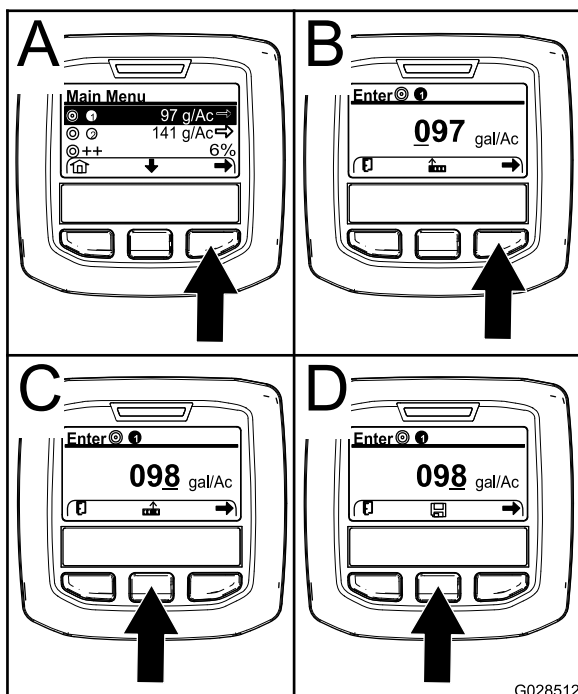

Figura 67
2. En caso necesario, pulse el botón de selección central para destacar el caudal de aplicación para el programa 1 del fumigador (Figura 67).
3. Pulse el botón de selección derecho para seleccionar el programa 1 del fumigador (Figura 67, A).
- Pulse el botón de selección derecho (B de Figura 67) para mover el cursor hasta la siguiente posición numérica a la derecha.
- Pulse el botón de selección central (Figura 67, C) para aumentar el valor numérico (de 0 a 9).
Nota: Aparecerá el icono Guardar encima del botón de selección central (Figura 67, D).
6. Pulse el botón de selección central (Figura 67, D) para guardar la programación del caudal de aplicación.